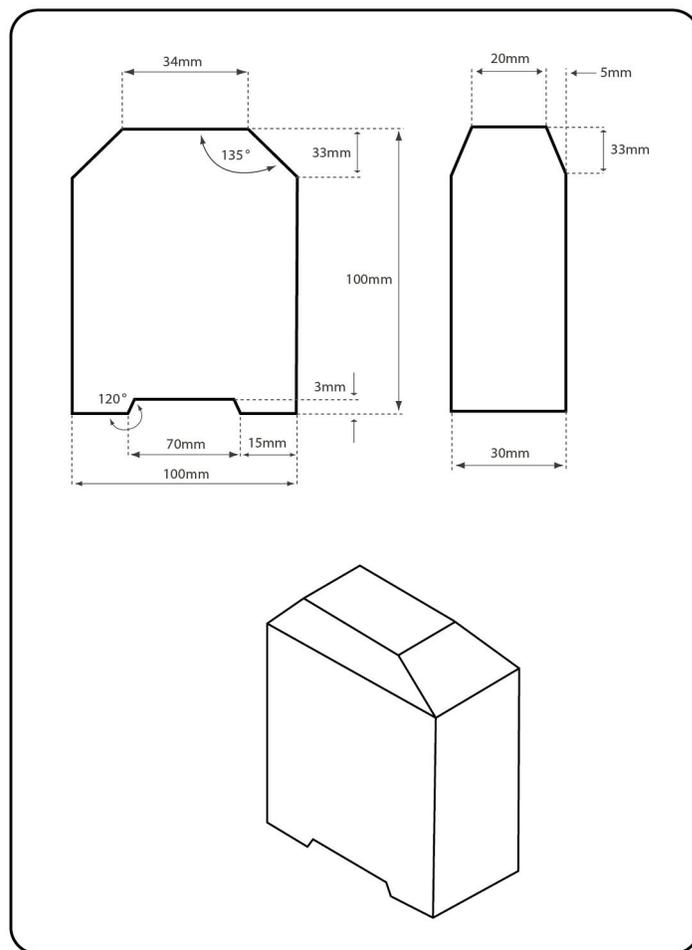

Fig.12
6) COLOCANDO O CABEÇOTE E A MESA DE TRABALHO PARALELOS (Fig. 12 a 15)